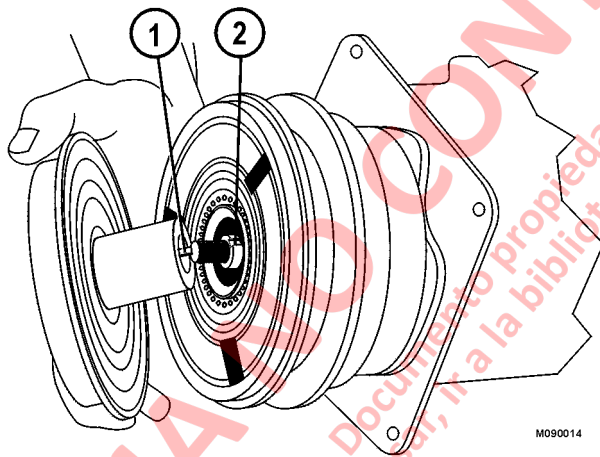

FIGURA 4-20.
5. Retire la llave cuadrada (1, Figura 4-20) de las ranuras.
1. Inserte la llave cuadrada (1, Figura 4-20) en la ranura del cubo del embrague. Permita que la llave sobresalga alrededor de 4,5 mm (0,18 in) del borde exterior del cubo. Utilice jalea de petróleo para mantener la llave en su lugar.